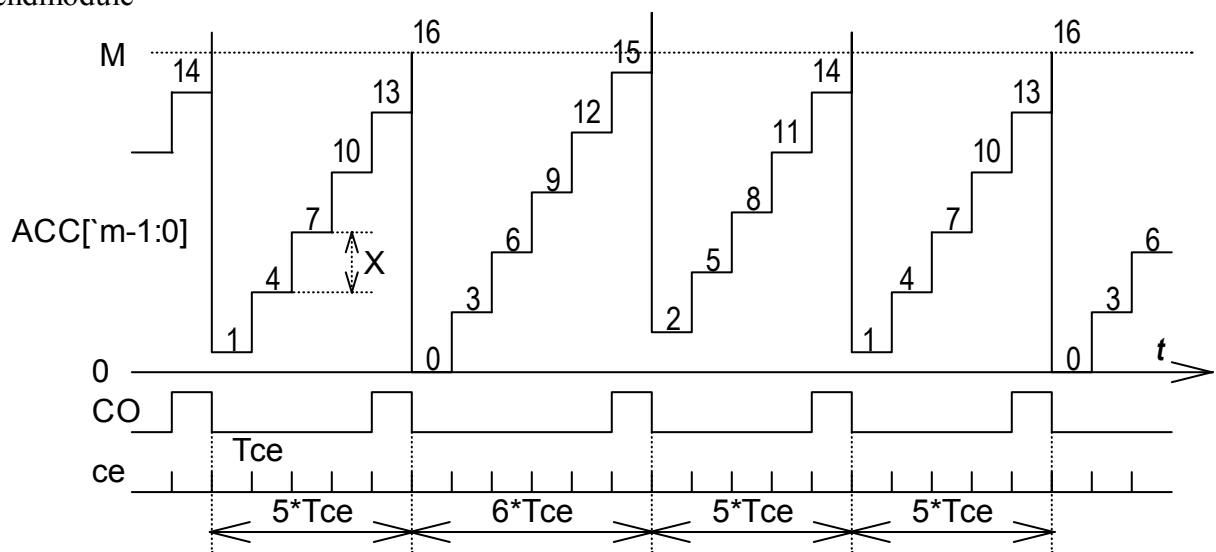

Рис.8 Пример временных диаграмм аккумулятора при $M=2^4=16$ и $X=3$
Из рис.8 можно увидеть, что период сигнала CO равен $M \cdot T_{ce}$.
2.5.1 Начертить в тетради пример временных диаграмм аккумулятора (рис.8).